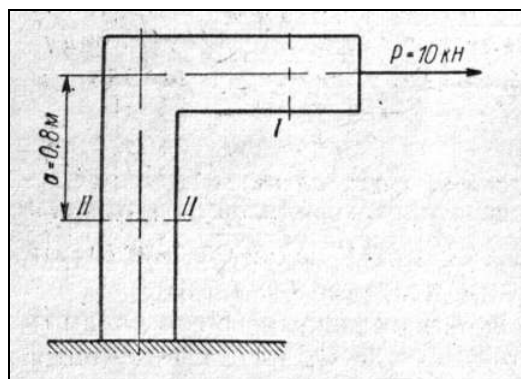

Рис. 2.
3. На рис. 2 показан брус, состоящий из вертикального и горизонтального участков. Нижний торец бруса жестко закреплен, а к верхнему приложена горизонтально направленная сила P . Определите внутренние силовые факторы в сечениях I – I и II – II, установите вид деформации горизонтального и вертикального участков стержня.